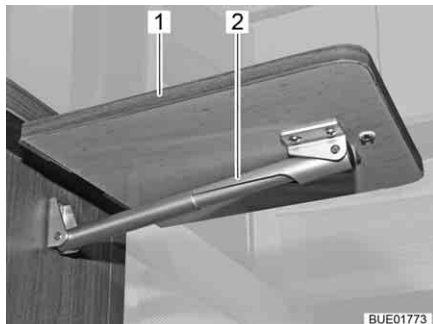

Fig. 130 Table pliante/surface de travail, dépliée
- Détacher la table pliante/surface de travail (Fig. 130,1) d'une légère traction de la fixation magnétique.
- Faire basculer le plateau de table vers le haut jusqu'à ce que la fixation du support télescopique (Fig. 130,2) ait prise.